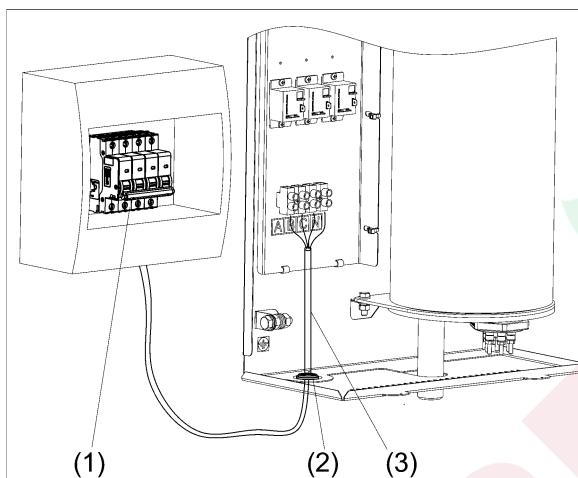

Рисунок 7. Подключение прибора к электросети
6.2.3 Подключение прибора к электрической сети осуществляется только через внешний автоматический выключатель QF (см. рис. 7) с номинальным током (I_n) указанным в таблице 2.
(1) Выполните монтаж автоматического выключателя QF в непосредственной близости от прибора и доступным для визуального обзора месте (см. рис. 7);